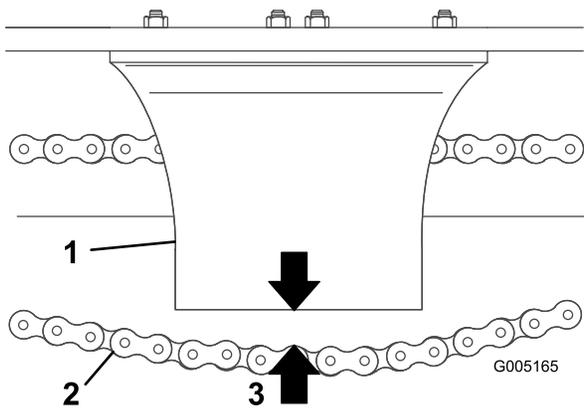

Figura 31
- Mida la distancia entre la parte inferior del protector de la cadena y el tramo inferior de la cadena (Figura 31). Si la holgura de la cadena no está en el intervalo de 3,8 a 6,35 cm (1-1/2 a 2-1/2 pulgadas), ajuste la tensión (consulte Ajuste de la tensión).
cadena y el tramo inferior de la cadena está en el intervalo de 3,8 a 6,35 cm (1-1/2 a 2-1/2 pulgadas) (Figura 31).